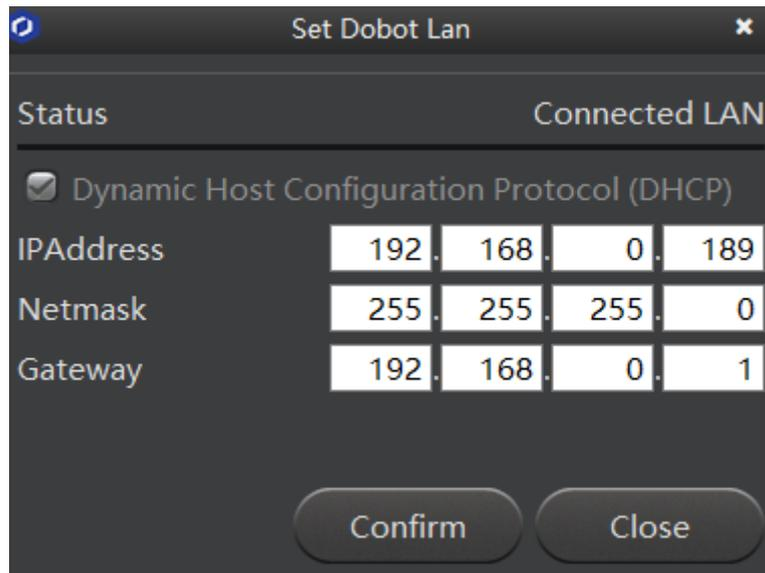

图 5.6 IP 地址查询
- 弹出“Set Dobot LAN”的界面，可查看Dobot M1的IP地址，如图 5.6所示。